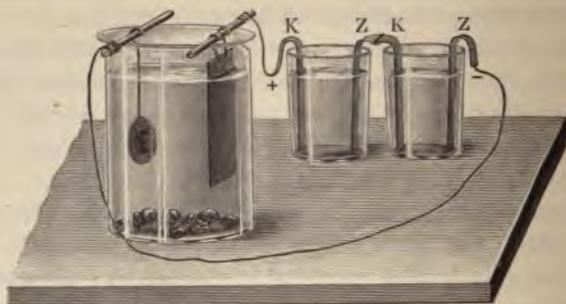

Fig. 139. Galvanische Nachbildung von Münzen (Galvanoplastik).
**Gegenstände mit dem elektrischen Strom zu verkupfern oder nachzubilden.** In den Drogenhandlungen ist das Kupfervitriol in schönen, blauen Kristallen käuflich. Man schüttet davon so viel in ein Einmacheglas mit Wasser, daß eine gesättigte Lösung entsteht, d. h. so viel, daß auf dem Boden des Glases immer noch einige Kristalle unaufgelöst liegen bleiben (Fig. 139, a. S. 470). Darauf legt man quer über das Glas zwei blanke Messingstäbchen, verbindet beide leitend mit den Polen einer Batterie aus zwei Elementen und hängt an den positiven — mit dem Kupfer der Batterie verbundenen — Stab mit blanken Drähten ein Stück Kupferblech auf. An dem anderen Stab wird der zu verkupfernde Gegenstand, sagen wir ein Schlüssel, ebenfalls an einem blanken Draht, in die Lösung gehängt. Es tritt hier nun merkwürdigerweise keine Zersetzung des Wassers auf, vielmehr wird dort, wo sich sonst der Wasserstoff entwickeln würde, metallisch reines Kupfer aus der Lösung abgeschieden. Sie würde immer farbloser werden und immer dünner, wenn man nicht Kupfervitriolkristalle im Überschuß beigegeben hätte, die sich während des Prozesses in der Tat verzehren.